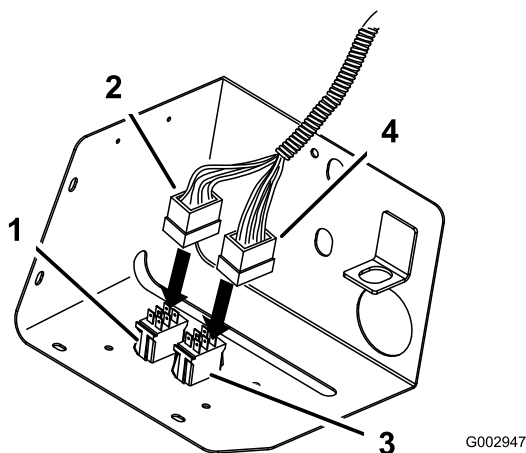

Bild 53
14. Schließen Sie den Anschluss, der hauptsächlich grüne und gelbe Drähte hat, an den Sprühauswahlschalter (Kippschalter) an (Bild 53).
15. Schließen Sie den Anschluss mit mehrfarbigen Drähten an den Dosierungssteuerschalter (Kurzzeitiger Schalter) an (Bild 53).